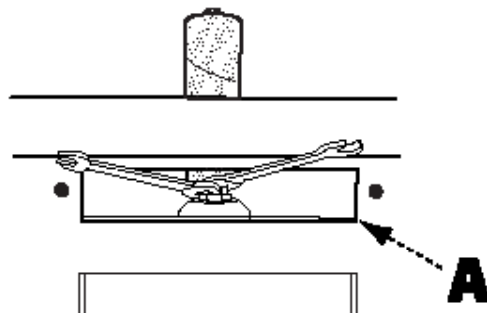

FIGURA 6
Vea la Figura 6
2. Abra el panel de acceso trasero (A).
3. Use las dos llaves de boca del eje (proporcionadas) una en el eje y la otra en el asiento del eje como se muestra en la Figura 6, para apretarlos.